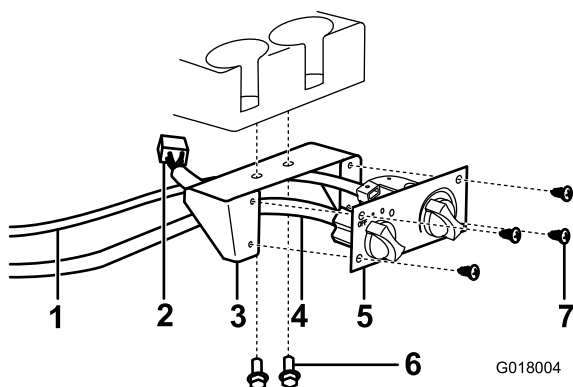

Figura 17
5. Fissate il supporto del comando del riscaldatore alla plancia sotto i portabicchieri utilizzando 2 viti a testa flangiata e i dadi (Figura 17).
6. Collegate il cavo del comando del riscaldatore e il connettore del cablaggio elettrico nero al comando del riscaldatore e il connettore del cablaggio elettrico bianco al riscaldatore (Figura 17).
7. Fissate il comando del riscaldatore al relativo supporto utilizzando 4 viti per lamiera (Figura 17).